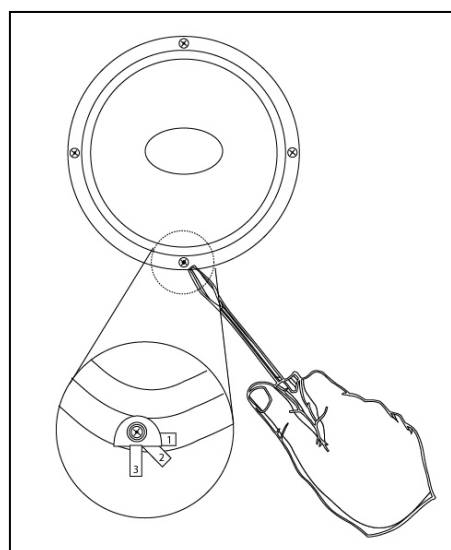

Figure 5
- 3 D'une main, insérer le haut-parleur dans la découpe (rappel : veiller à **ne pas** appuyer sur le cône du haut-parleur de graves ; une telle pression pourrait causer une déformation permanente de la bobine acoustique et entraîner un bruit de friction mécanique ou la défaillance du haut-parleur). De l'autre main, serrer les vis des ergots d'installation (voir la **Figure 5**). Serrer les ergots en croix sans excès. Veiller à ne pas trop serrer pour éviter d'endommager la cloison. Le haut-parleur doit affleurer la surface.